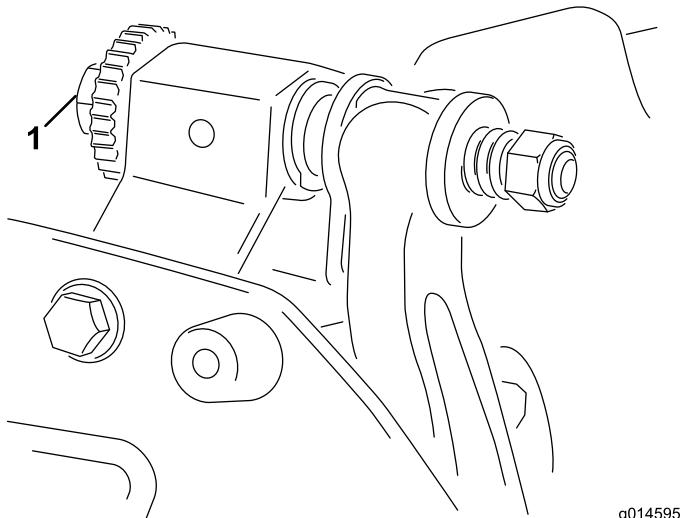

图4
- 将滚刀组放在平整、水平的工作表面上。逆时针旋转底刀架调节螺丝确保解除滚刀接触 (图4)。